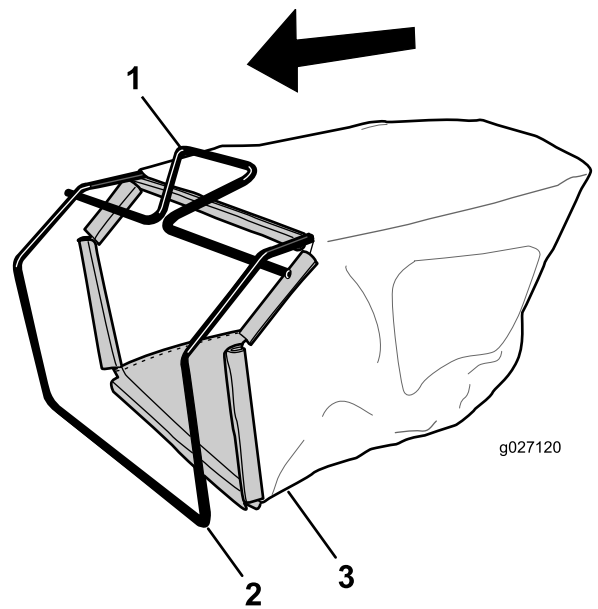

Bild 9
1. Schieben Sie den Fangkorb auf den Rahmen, wie in **Bild 9** abgebildet.
Hinweis: Schieben Sie den Grasfangkorb nicht über den Holm (**Bild 9**).